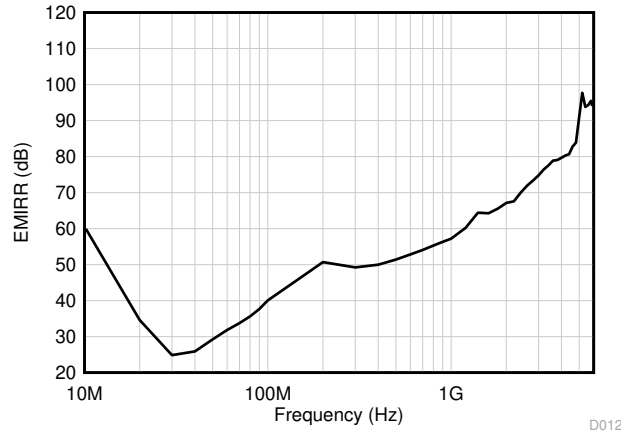

图 6-3. EMIRR 测试
TLV916x-Q1 使用集成电磁干扰 (EMI) 滤波功能来降低干扰源 (如无线通信设备以及混合使用模拟信号链和数字元件的高密度电路板) 产生的 EMI 效应。利用电路设计技术可以提高 EMI 抗扰度；TLV916x-Q1 可从这些设计改进中受益。德州仪器 (TI) 已具备在 10MHz 至 6GHz 宽频谱范围内准确测量和量化运算放大器抗扰度的能力。图 6-3 展示了对 TLV916x-Q1 执行此测试的结果。表 6-1 提供了 TLV916x-Q1 在实际应用中通常会遇到的特定频率下的 EMIRR IN+ 值。运算放大器的 EMI 抑制比应用报告包含了与运算放大器相关的 EMIRR 性能主题，该报告可在 www.ti.com 上下载。